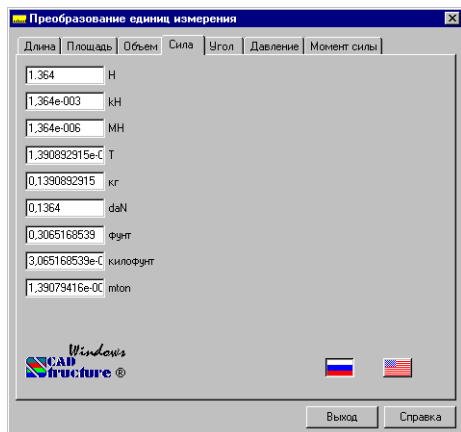

Рис. 2.4.2. Окно вычислителя
- **Преобразование единиц измерения** (рис. 2.4.2), с помощью которого выполняется преобразование данных, заданных в различных единицах измерения.
В вычислителе **Преобразование единиц измерения** (рис. 2.4.2) выполняется преобразование из заданных единиц в другие, предусмотренные в программе. Для выполнения операции следует открыть страницу (указать на закладку) с соответствующими мерами (**Длина**, **Площадь**,...), ввести в одно из полей ввода число и нажать клавишу **Enter**. В результате будут получены значения фактора во всех остальных единицах измерения.